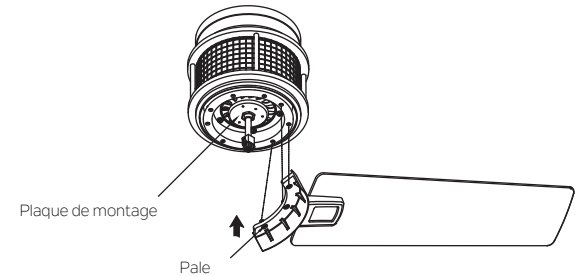

Fig. 14
Étape 2. Fixez la pale aux trous situés sur la partie inférieure du volant. Serrez les deux vis du moteur "préinstallées" sur le support de pale. Répétez les étapes pour les autres pales (Fig. 14).